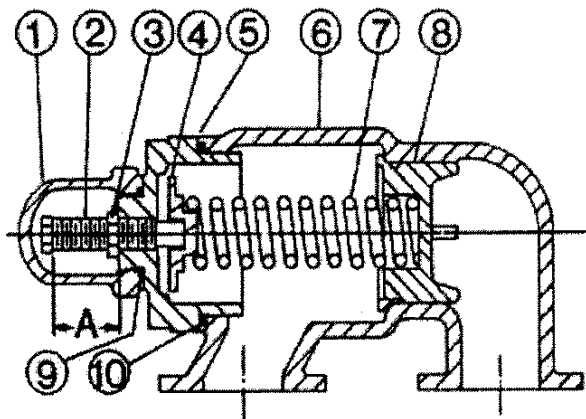
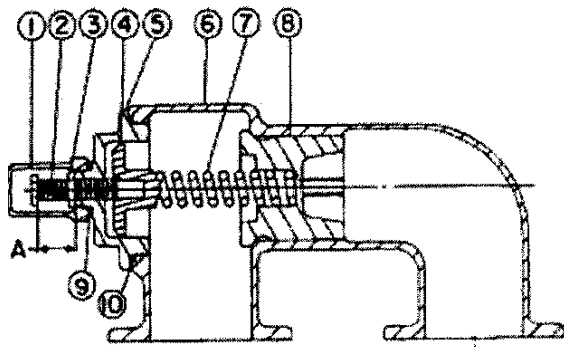

图 12
图 13
2. 测量并记录调节螺栓的延伸长度。参见图 12 和图 13 上的“A”值。